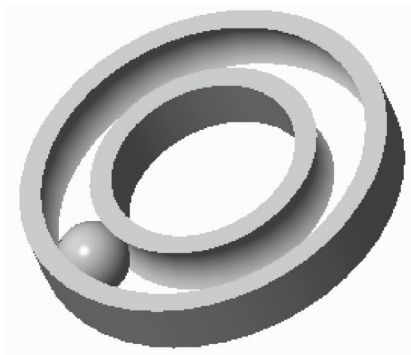

图 6-136 打开模型文件
STEP 01 单击快速访问工具栏中的“打开”按钮, 打开模型文件, 如图 6-136 所示。